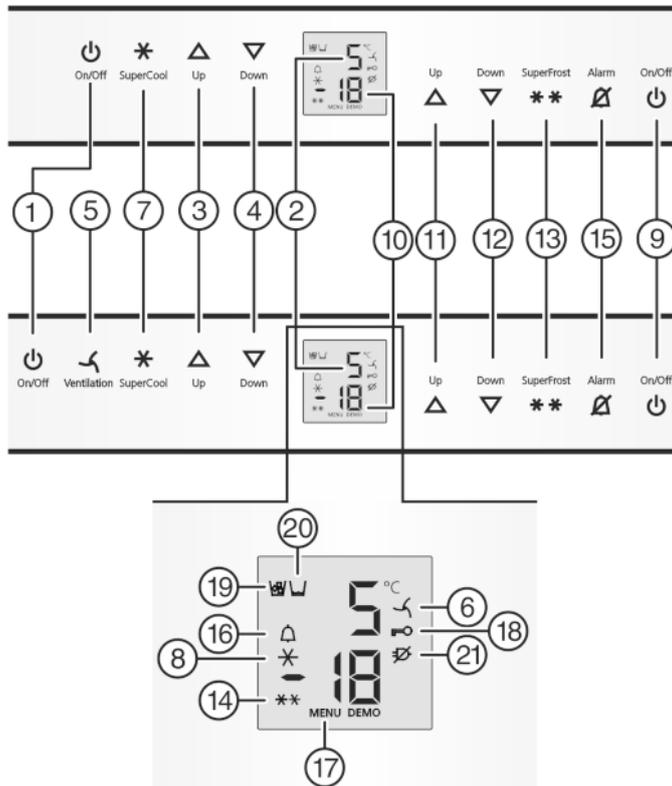

Fig. 2
- Нажмите кнопку On/Off морозильного отделения Fig. 2 (9).
- ▶ Нажмите кнопку On/Off холодильного отделения *Fig. 2 (1)*.
- ▷ Холодильное отделение включено: Индикатор температуры холодильного отделения *Fig. 2 (2)* светится. При открытии двери холодильного отделения включается внутреннее освещение.
- ▶ Активация режима настройки: удерживайте кнопку SuperFrost *Fig. 2 (13)* прилб. 5 секунд.
- ▷ Символ меню *Fig. 2 (17)* горит.
- ▶ Коротко нажмите кнопку SuperFrost *Fig. 2 (13)* для подтверждения.
- ▶ Для включения защиты от детей коротко нажмите клавишу SuperFrost *Fig. 2 (13)*.
- ▷ Символ "Защита от детей" *Fig. 2 (18)* горит. На индикации мигает **с**.
- ▶ Для выключения защиты от детей коротко нажмите клавишу SuperFrost *Fig. 2 (13)*.
- ▷ Символ защиты от детей *Fig. 2 (18)* гаснет. На индикации мигает **с**.
- ▶ Выход из режима настройки: нажмите кнопку On/Off морозильного отделения *Fig. 2 (9)*.
- ▶ Нажмите кнопку Alarm *Fig. 2 (15)*.
Одновременно мигает индикация температуры и символ тревоги *Fig. 2 (16)*.
Звуковой сигнал выключается автоматически, символ аварийного сигнала *Fig. 2 (16)* выключается и индикатор температуры перестает мигать, если температура снова становится достаточно низкой.